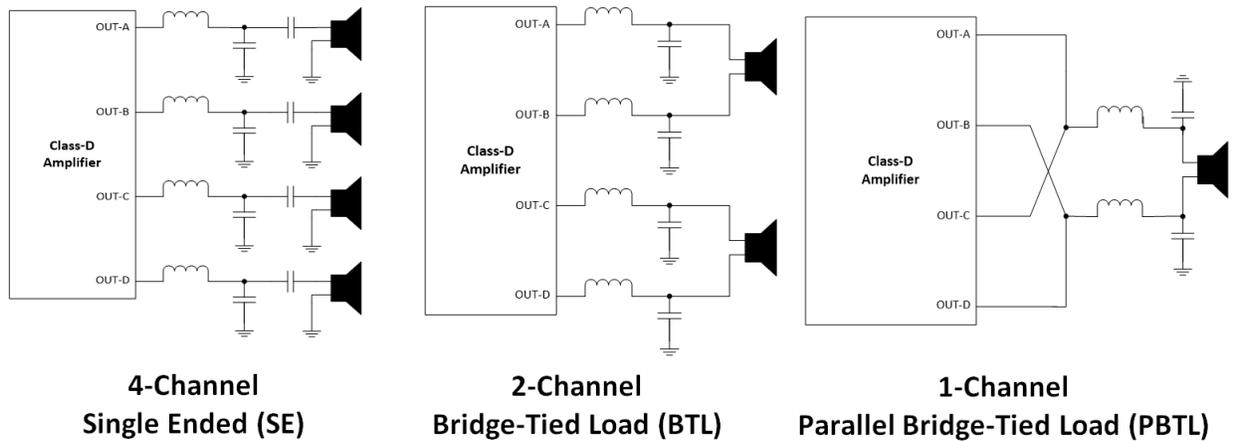

图 4-1. 各种输出配置
通常，D 类放大器可在调制后根据所采用的拓扑提供不同的功率水平。例如，具有四个半桥的 D 类放大器可驱动 4 个、2 个甚至仅 1 个通道。这些拓扑被称为单端 (SE)、桥接式负载 (BTL) 和并联桥接式负载 (PBTL)。桥接两个输出可以有效地使负载上的电压加倍，而将它们并联配置则可以使功放输出最大电流加倍。理论上，在 PBTL 模式下，将电压和电流加倍应该可使功率增加三倍，但是由于放大器存在电压和电流限制，因此在 PBTL 模式下运行时通常只允许在更低的负载上实现更高的功率。这些输出配置如图 4-1 中所示。有关输出配置的更多信息，请查看《LC 滤波器设计》应用手册的第一部分。